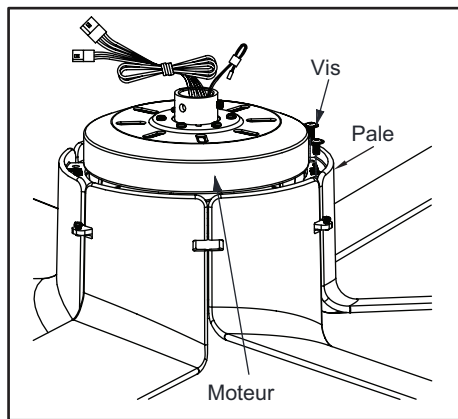

Figure 6
3. Remettez le ventilateur à l'endroit comme illustré. Serrez les pales sur le volant en installant les vis sur le côté du volant. (Figure 6)
4. Assurez-vous que toutes les vis sont bien serrées. (Figure 6)